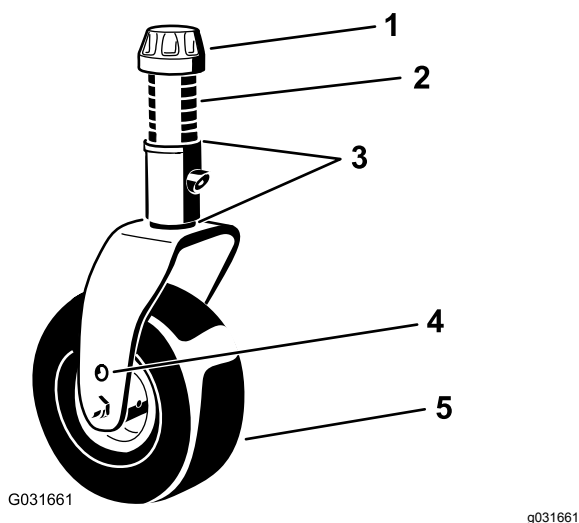
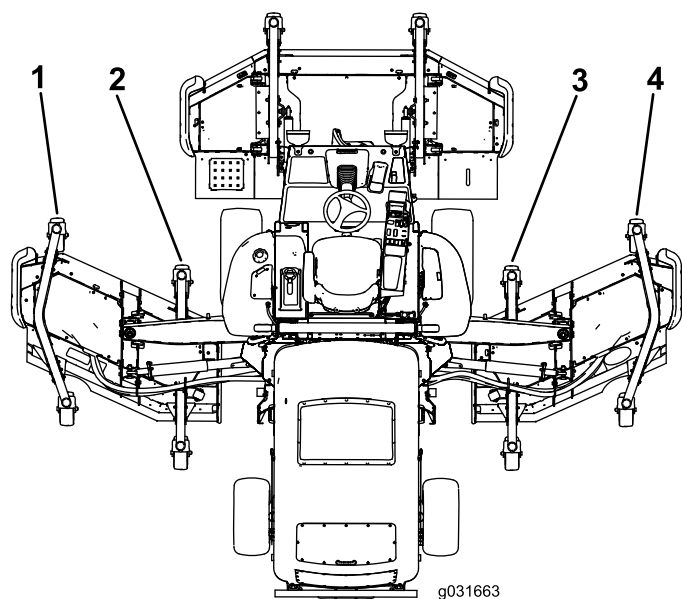

Figura 26
Figura 27
5. Se il bordo interno del piatto di taglio laterale è troppo alto rispetto al bordo esterno del piatto di taglio anteriore, toglieete uno spessore dalla base del braccio della ruota orientabile anteriore interna del piatto di taglio laterale (Figura 26 e Figura 27).
6. Se il bordo interno è ancora troppo alto, togliete un altro spessore dalla base del braccio della ruota orientabile anteriore interna del piatto di taglio laterale e uno spessore dal braccio della ruota orientabile anteriore esterna del piatto di taglio laterale (Figura 26 e Figura 27).
7. Se il bordo interno del piatto di taglio laterale è troppo basso rispetto al bordo esterno del piatto di taglio anteriore, aggiungete uno spessore ($\frac{1}{8}$ ") alla base del braccio della ruota orientabile anteriore interna del piatto di taglio laterale (Figura 26 e Figura 27).